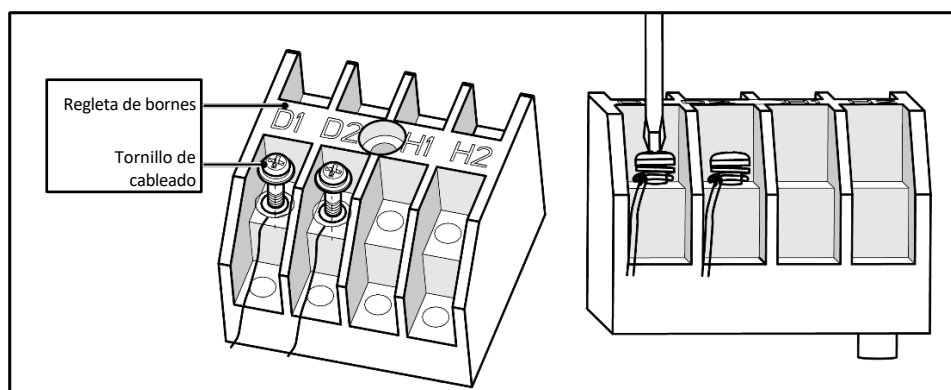

Fig. 5.3.1
- 3 Conecte el cable de comunicación a los terminales D1 y D2 del panel de cableado interior de 4 bits, tal y como se muestra en la Fig. 5.3.1.